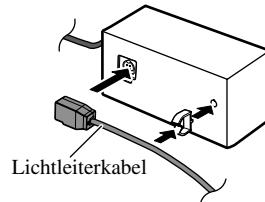

Abb. 8
2. Das Lichtleiterkabel an der Lichtleiterkabel-Anschlussbox anschließen. (Abb. 8)